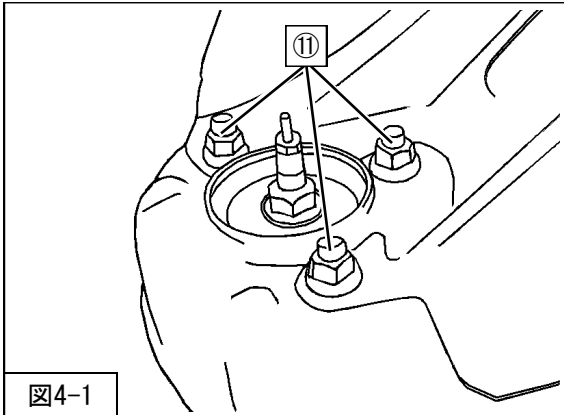

図4-1
⑪リアサスペンションASSYアッパー取付ナット（締付トルク：74N・m）を車両に取付けてください。（図4-1）